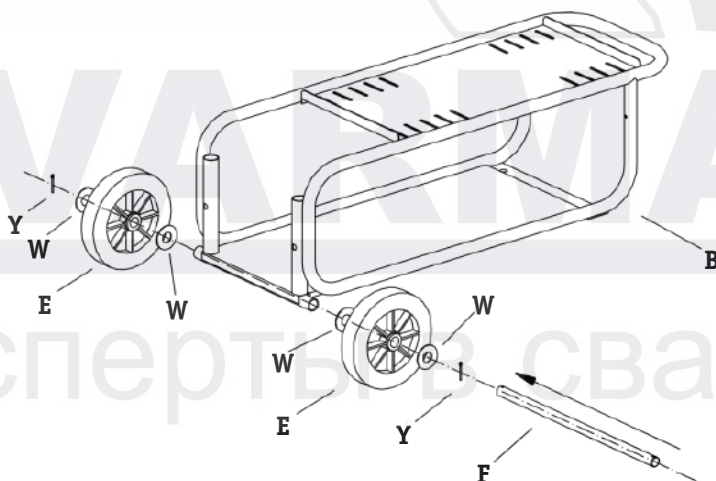

Рис. 5.2. Установка колес.
1. Установите ось тележки и колеса. Используйте шплинт для фиксации колес (См. рис. 5.2).